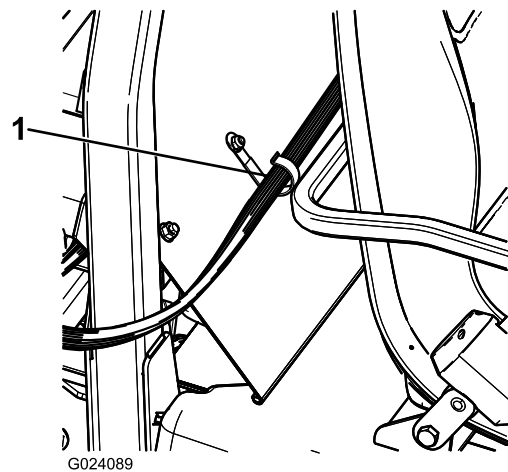

Bild 17
5. Befestigen Sie einen J-Clip mit einer Schraube ($\frac{1}{4}'' \times \frac{1}{2}''$) und einer Mutter ($\frac{1}{4}''$) hinter dem Passagiersitz (Bild 17).